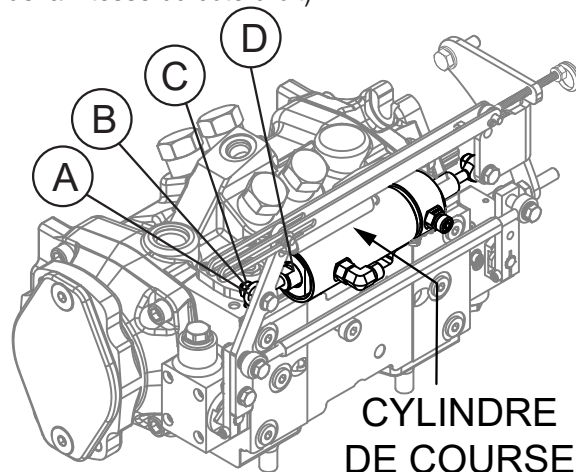

Figure 32. Réglage de la position de course zéro
4. Assurez-vous que les lames ne tournent pas. En cas de rotation, passez à l'étape suivante et ajustez selon les instructions. Sinon, placez la truelle sur le sol et vérifiez que le contre-écrou (Article D, Figure 32) est bien serré, puis passez à la section suivante (Réglage de la vitesse du côté droit).
6. Desserrez le contre-écrou (Article D, Figure 32).
7. Retirez la vis de retenue (Article C, Figure 32). L'entretoise (Item A, Figure 32) se détachera également.
8. Tournez l'extrémité de la tige (Article B, Figure 32) vers l'intérieur, en raccourcissant la longueur totale de l'ensemble de vérin.
9. Installez la vis de retenue (Article C, Figure 32) et l'entretoise (Article A, Figure 32). Appliquez du loctite bleu pour vous assurer que la vis ne se détachera pas.
10. Serrez le contre-écrou (Article D, Figure 32).